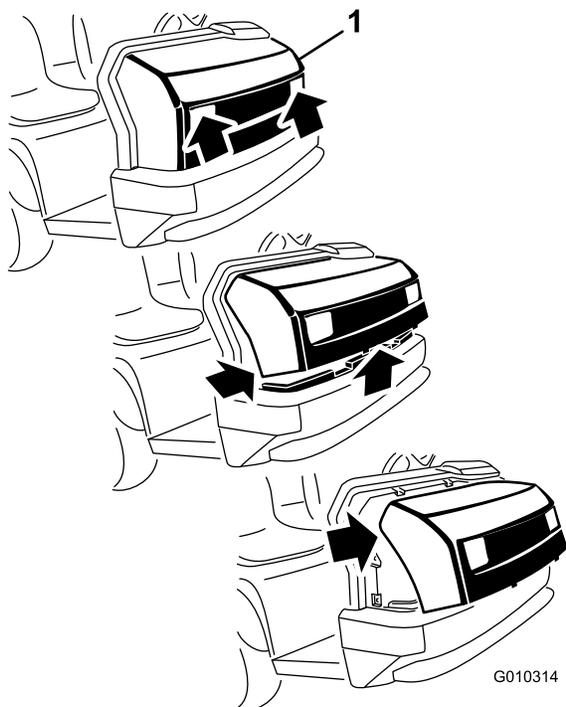

Figura 38
1. Segurando firmemente o capot pelas aberturas dos faróis, levante o capot para soltar as patilhas de montagem inferiores das ranhuras da estrutura (Figura 38).
2. Desloque a parte inferior do capot para cima até ser possível retirar as patilhas de montagem superiores das ranhuras da estrutura (Figura 38).
3. Desloque a parte superior do capot para a frente e desligue os conectores de fios dos faróis (Figura 38).